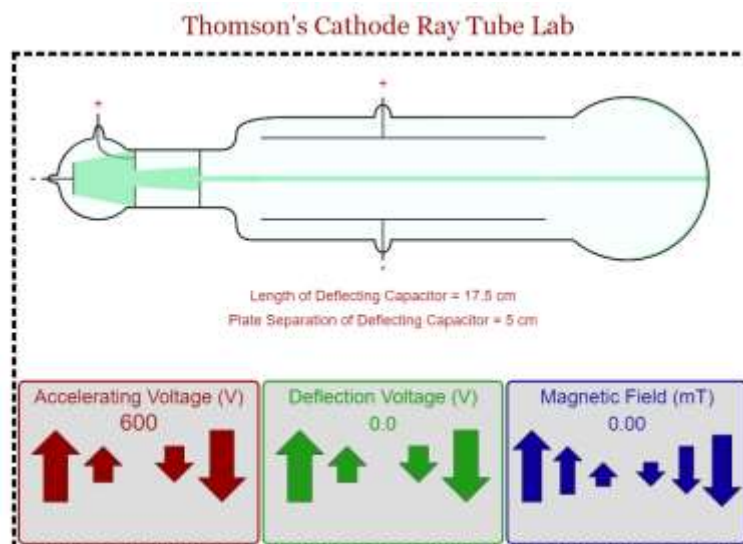

Figura 1. Simulador *Thomson's cathode ray tube lab*.
- Abra el simulador **Thomson's cathode ray tube lab**, pulse el botón *Begin* y observe que existen tres parámetros (figura 1) con los que se modifica la trayectoria del haz de rayos catódicos:
- Fije el potencial de aceleración (V_{ac}) en 600 [V] y los otros dos parámetros en cero, como lo muestra la figura 1.
- A partir de la posición del simulador como lo muestra la figura 1, ajuste la diferencia de potencial de desviación (**Vdef**) a 100 [V] con las flechas verdes.